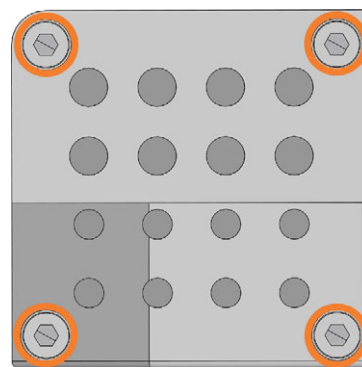
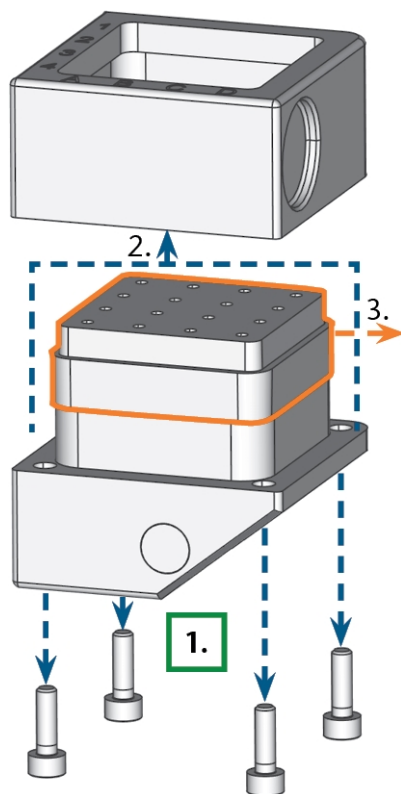

FIG. 114 LES 4 VIS SUR LA FACE INFÉRIEURE DU MAGASIN D'OUTILS (MARQUÉ EN ORANGE)
FIG. 115 DÉMONTER LE MAGASIN D'OUTILS ET RETIRER L'INSERT
5. Dévissez les 4 vis sur la face inférieure du magasin d'outils (Fig. 114 en dessous, Fig. 115 sur la page suivante, étape 1).
6. Soulevez le couvercle du magasin (Fig. 115 sur la page suivante, étape 2).
7. Retirez l'insert du magasin d'outils existant (Fig. 115 sur la page suivante, étape 3) et remplacez-le par un nouveau.